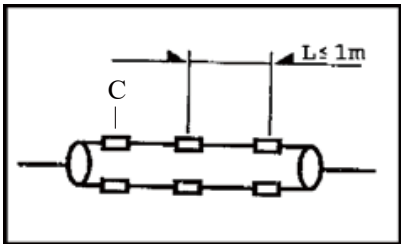

Imagen 4
- E. Separe de forma uniforme las sujeciones de montaje y ventosas para que tengan una distancia máxima de 1 m. (Imagen 4)